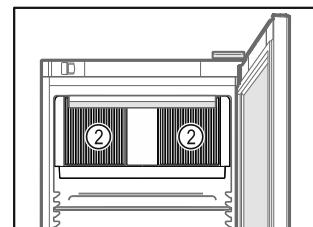

Fig. 62
- No obstruir la ranura de ventilación Fig. 62 (2) del ventilador de recirculación de aire del interior.